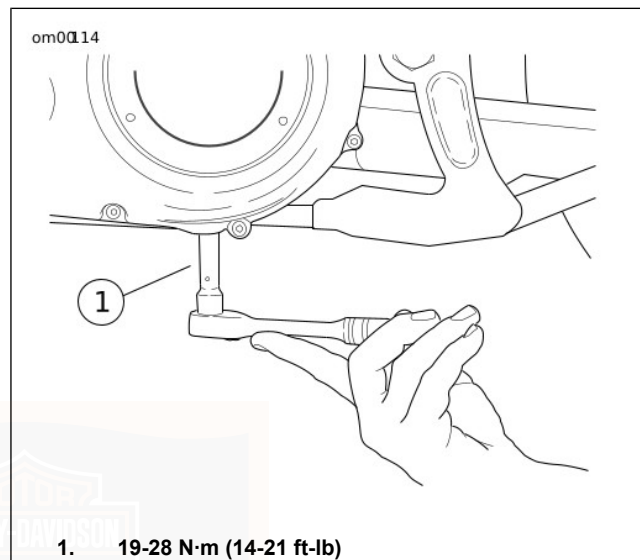

Figura 36. Rimozione/installazione del tappo di scarico del carter della catena
3. Vedere la Figura 36. Togliere il tappo magnetico di scarico alla base del coperchio del carter interno della catena della trasmissione primaria. Scaricare l'olio in un apposito recipiente.